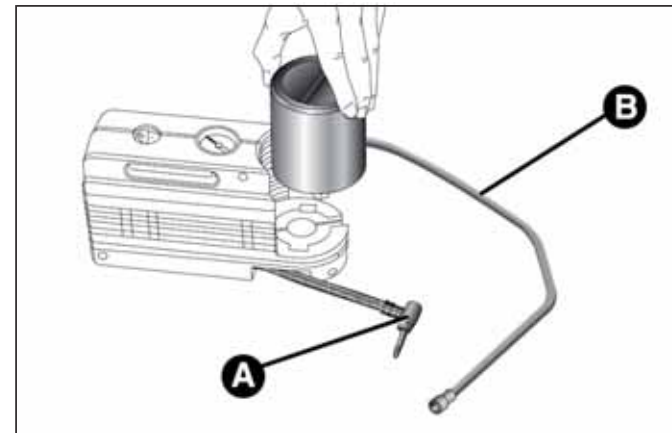

fig. 170
- ☐ desacoplar el acoplamiento A fig. 170;